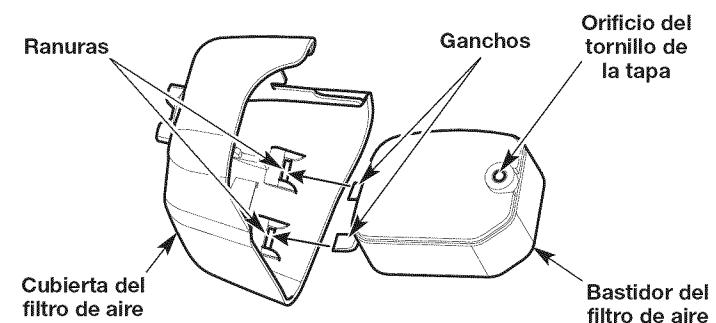

Fig. 23
6. Vuelva a instalar el filtro de aire en su alojamiento (Fig. 23).
7. Inserte los ganchos de la caja del filtro de aire en las ranuras de la tapa del filtro (Fig. 23).
8. Gire la tapa del filtro de aire a la derecha y alinee el orificio del tornillo de la tapa con el orificio correspondiente (Fig. 23). Apriete el tornillo para asegurar la tapa del filtro de aire.